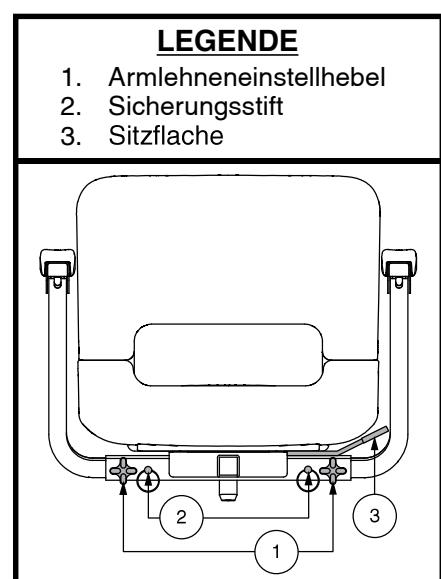

Abb. 25. Sitzeinstellungen
Der Hebel zur Verstellung der Sitzrotation befindet sich an der rechten Seite des Sitzrahmens und fixiert den Sitz in den unterschiedlichen Positionen. Siehe Abb. 25.
1. Lösen Sie die Armlehneninstellhebel. Siehe Abb. 25.